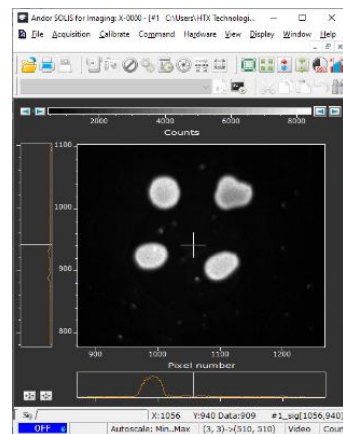

図3 蛍光測定
2. ブランク試料の代わりにサンプル溶液を用いて同様に操作する (図3)。